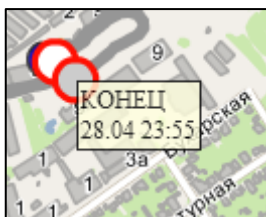

Рисунок 35 – Обозначение конца маршрута в графическом отчете
- «Конец маршрута» — отображается серой точкой с красным контуром (Рисунок 35);